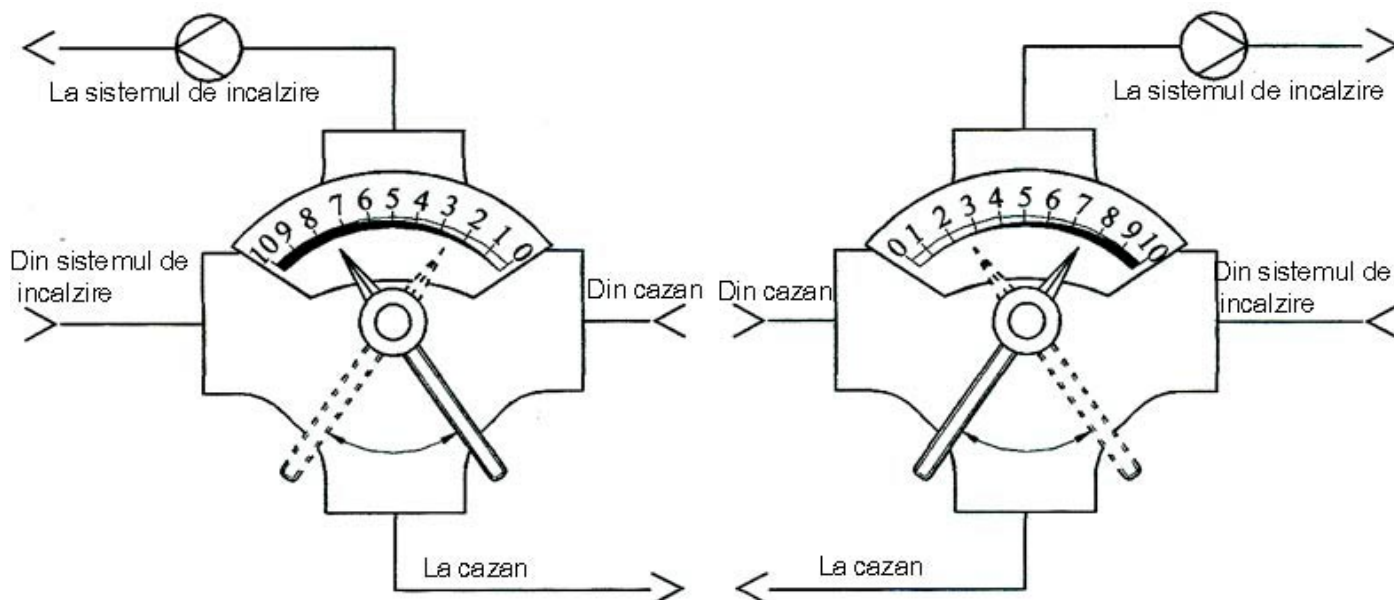

Fig.1.Reglarea pozitiei valvei de amestecare cu patru cai cind aceasta este conectata la cazan din partea stinga/dreapta
In acest fel temperatura dorita a apei de la sistemul de incalzire este primita la o valoare mai joasa decat temperatura apei din cazan. Daca valva de amestecare este deschisa pana la capat (pozitia 10 vezi fig 1), nu se produce amestecul debitelor de apa. Bucla primara a cazanului (I) si bucla secundara, a sistemului de incalzire (II) sunt cuprinse intr-o singura bucla. Asta inseamna ca temperatura apei livrate de sistemul de incalzire are aceeasi valoare cu cea a apei livrate de cazan.
Daca valva de amestecare este complet inchisa (pozitia 0, vezi fig 1), bucla primara (I) si bucla secundara (II) sunt total separate una fata de cealalta. Aceasta inseamna ca apa din cazan nu va trece prin sistemul de incalzire. Deoarece cazanul nu poate fi oprit complet, cand ventilatorul de alimentare cu aer este inchis si capacul de deschidere pentru aer este inchis, lemnul mocneste in continuare si disperseaza caldura incalzind apa in cazan. Daca valva de amestecare este inchisa, caldura dispersata de cazan nu va fi consumata (in sistemul de incalzire, pentru prepararea apei calde, etc.) si apa din cazan poate incepe sa fiarba.